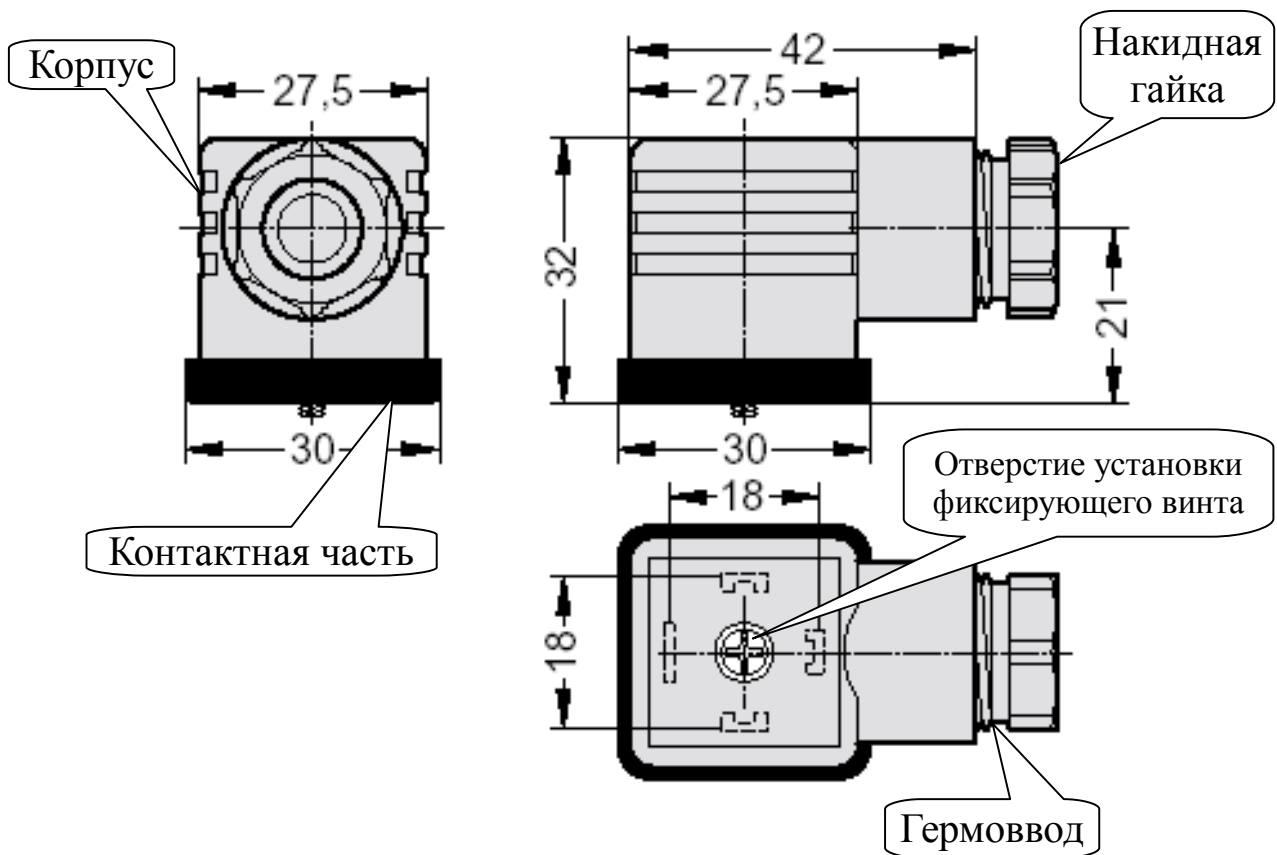
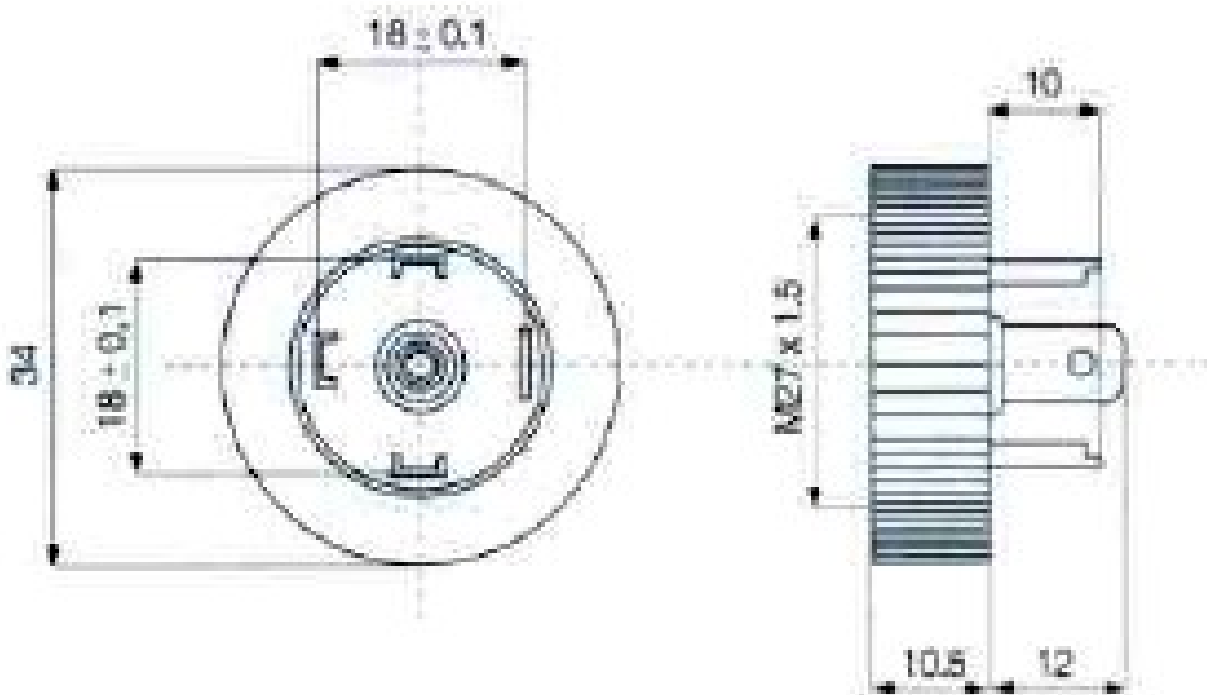

Рисунок 3 - Герморазъём DIN 43650, форма А
Рисунок 4 - База для герморазъёма DIN 43650, форма А круглая
- Отвернуть и вынуть фиксирующий винт герморазъёма (Рисунок 3). Снять герморазъём с базы (Рисунок 4) и выдвинуть его контактную часть, толкая хвостовик в отверстие установки фиксирующего винта.